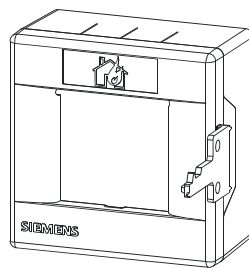

Fig. 2
1. Break out the key and open the cover (see Fig. 2).
1. Open cover with key (see Fig. 2).
1. Brechen Sie den Schlüssel aus und öffnen Sie den Deckel (siehe Fig. 2).
1. Öffnen Sie mit Hilfe des Schlüssels den Deckel (Fig. 2).
1. Enlevez la clé et ouvrez le couvercle (voir Fig. 2).
1. Ouvrez le couvercle à l'aide de la clé (Fig. 2).